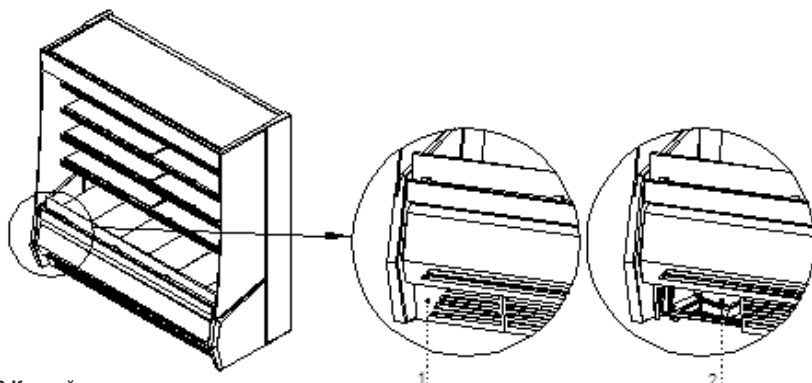

Рис.8 Контейнер для конденсата
3. (Касается оборудования с внутренним агрегатом) Подложить контейнер для конденсата под шлангом спуска воды на основании агрегата (не касается оборудования с автоматическим испарением конденсата) Рис.8 (стр.39)
Если оборудование не оснащено автоматическим испарением конденсата следует удалять конденсат из контейнера по мере его наполнения Рис.8 (стр.39). Количество (частота) удаления конденсата зависит от условий эксплуатации оборудования (в частности от влажности воздуха, количества и температурыкладываемых продуктов).